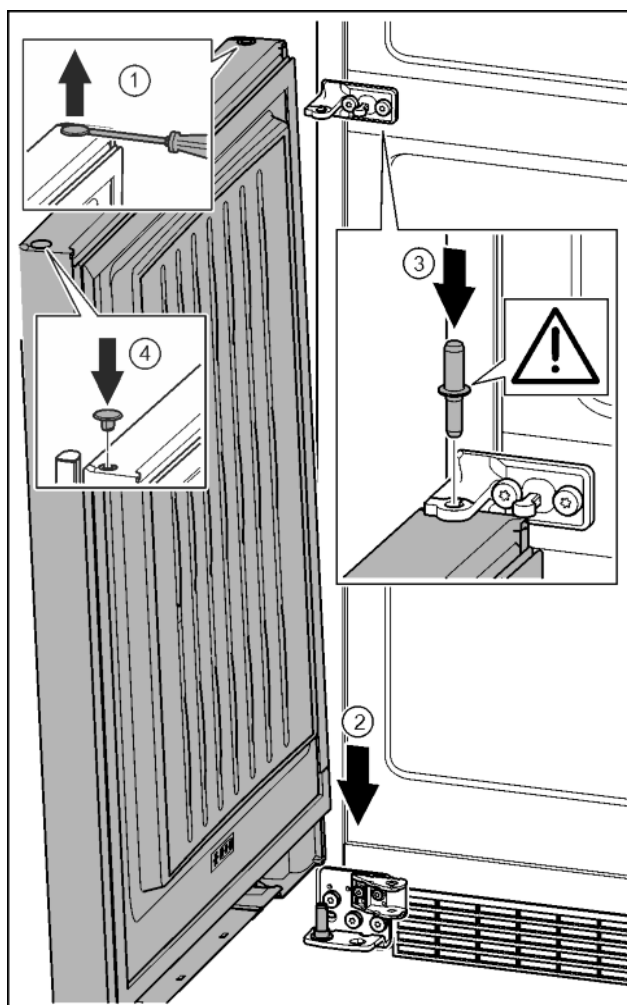

Fig. 38
- ▶ Zatyczkę ostrożnie podważyć przy pomocy śrubokręta i wyjąć. *Fig. 38 (1)*
- ▶ Założyć drzwi od góry na dolny sworzeń zawiasu. *Fig. 38 (2)*
- ▶ Przełożyć środkowy sworzeń zawiasu przez środkową płytkę zawiasu, wkładając go w dolne drzwi. Przy tym zwrócić uwagę, by krzywka zatrzaskowa wskazywała do tyłu. *Fig. 38 (3)*
- ▶ Zatyczkę założyć ponownie z drugiej strony drzwi. *Fig. 38 (4)*